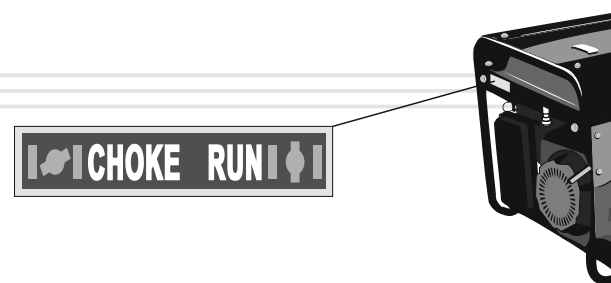

рисунок 6
2. В случае если Вы запускаете холодный двигатель (или же температура воздуха низкая – ниже, чем +15 °C), переместите рычаг воздушной заслонки в положение «ШОКЕ» (см. рис. 6). В данном положении воздушной заслонки происходит обогащение топливной смеси, что
- После того, как двигатель будет прогрет, необходимо убрать обогащение топливной смеси. Для этого переместите рычаг воздушной заслонки в положение «RUN» (см. рис. 6). Изменять положение воздушной заслонки следует плавно, чтобы не заглушить двигатель обедненной топливной смесью.
После наработки 25 часов следует сменить масло. Рекомендуется сделать дополнительную промывку: залить такое же моторное масло и дать поработать двигателю 10 мин. Слить промывочное масло и залить новое масло. Моторное масло для промывки следует подбирать исходя из температуры окружающей среды (рис. 6).